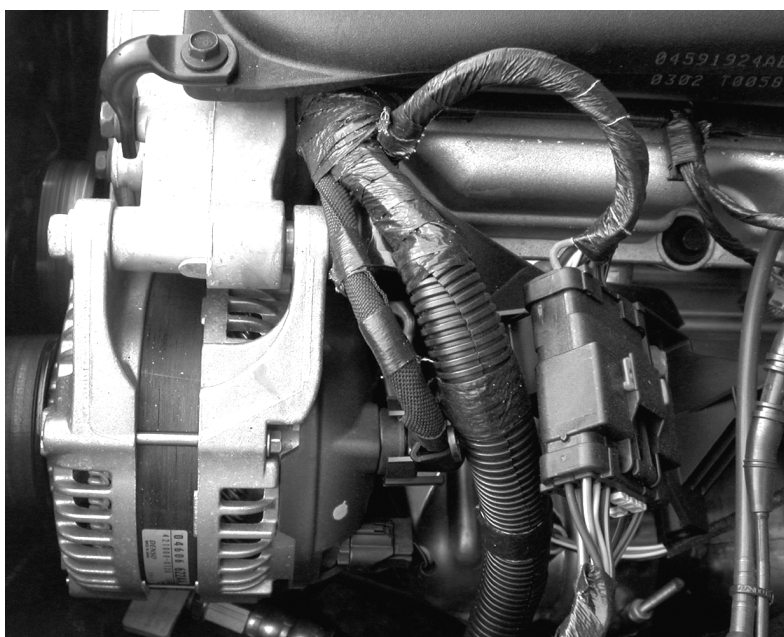

Figura 2.6 Sistema eléctrico
- Si la luz de advertencia del ABS se queda prendida: revise los sensores de velocidad de las ruedas, pueden estar cubiertos de lodo o aceite. (Figura 2.6).